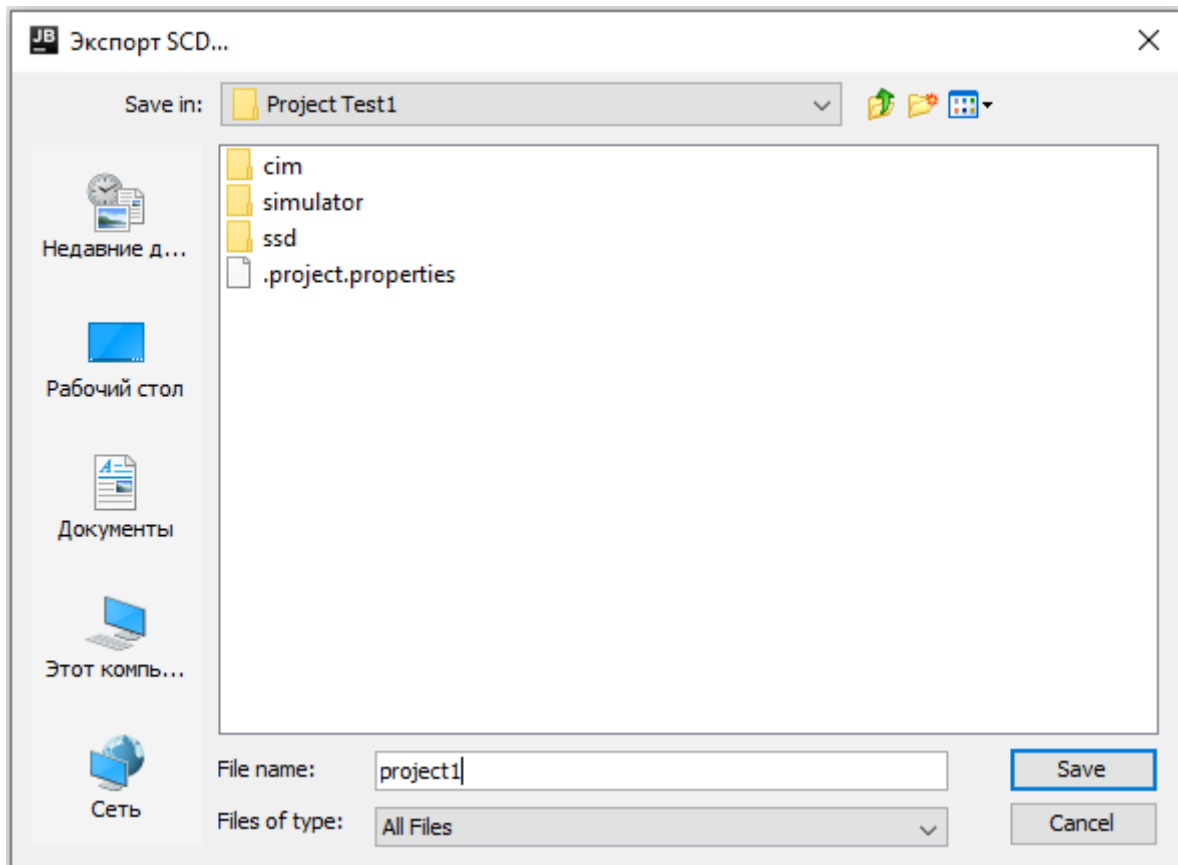

Рисунок 25 – Сохранение файла
3. В окне экспорта SCD выбрать папку, в которую будет сохранен файл, а так же ввести имя файла (Рисунок 25).